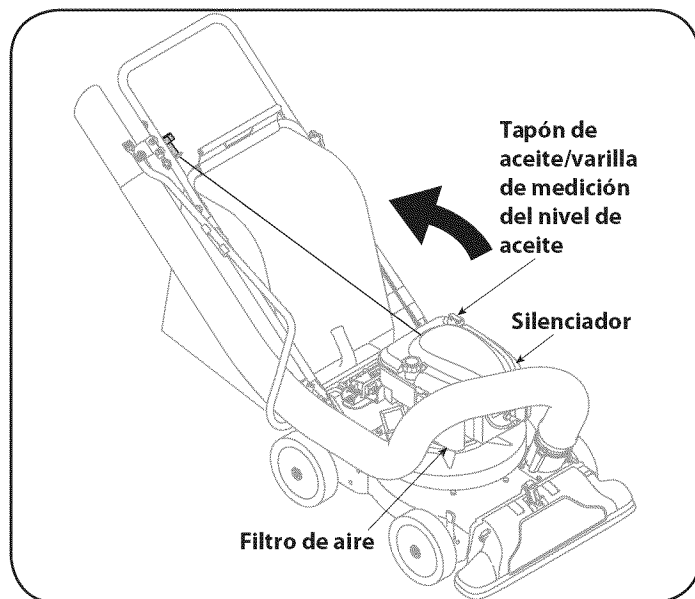

Figura 22
3. Quite la tapa/varilla medidora del nivel de aceite y drene el aceite al recipiente inclinando el motor hacia el tubo de llenado del aceite. Vea la Figura 22.